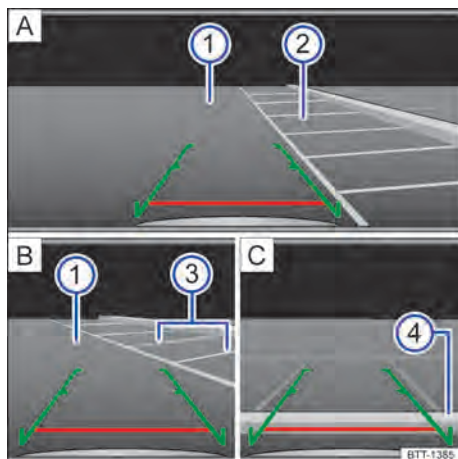

Fig. 107 Visualización de la pantalla del sistema de radio: estacionar con la cámara de marcha atrás.
- Posicionar el vehículo delante del hueco de aparcamiento → **fig. 107** **2** **A**.